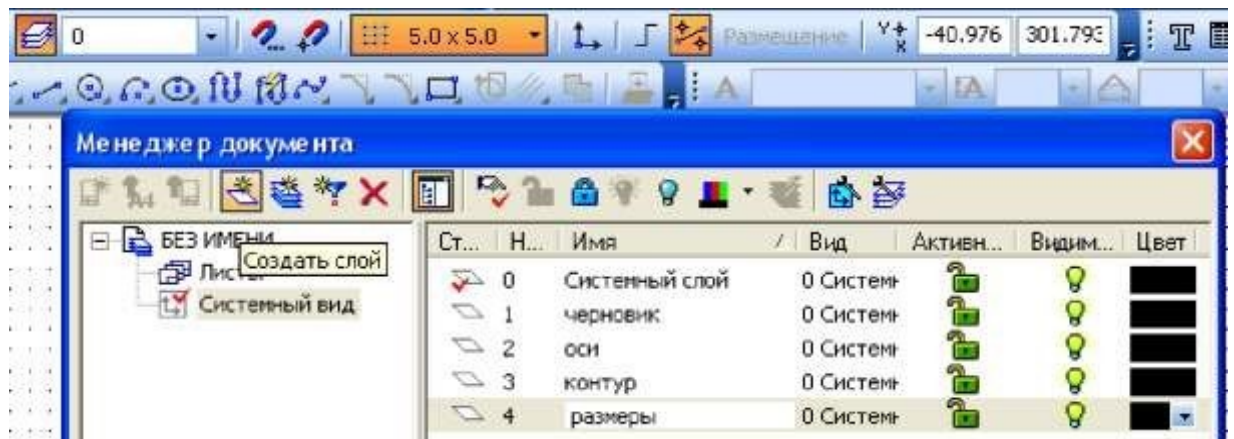

Рисунок 4.5 – Создание и настройка слоев
6. Выполните настройку слоев (рисунок 4.5), обратившись к пиктограмме *Состояние слоев*. В открывшемся окне *Менеджер документа* нажатием на кнопке *Создать слой* сформируйте слой чертежа (черновик, оси, контур, размеры).